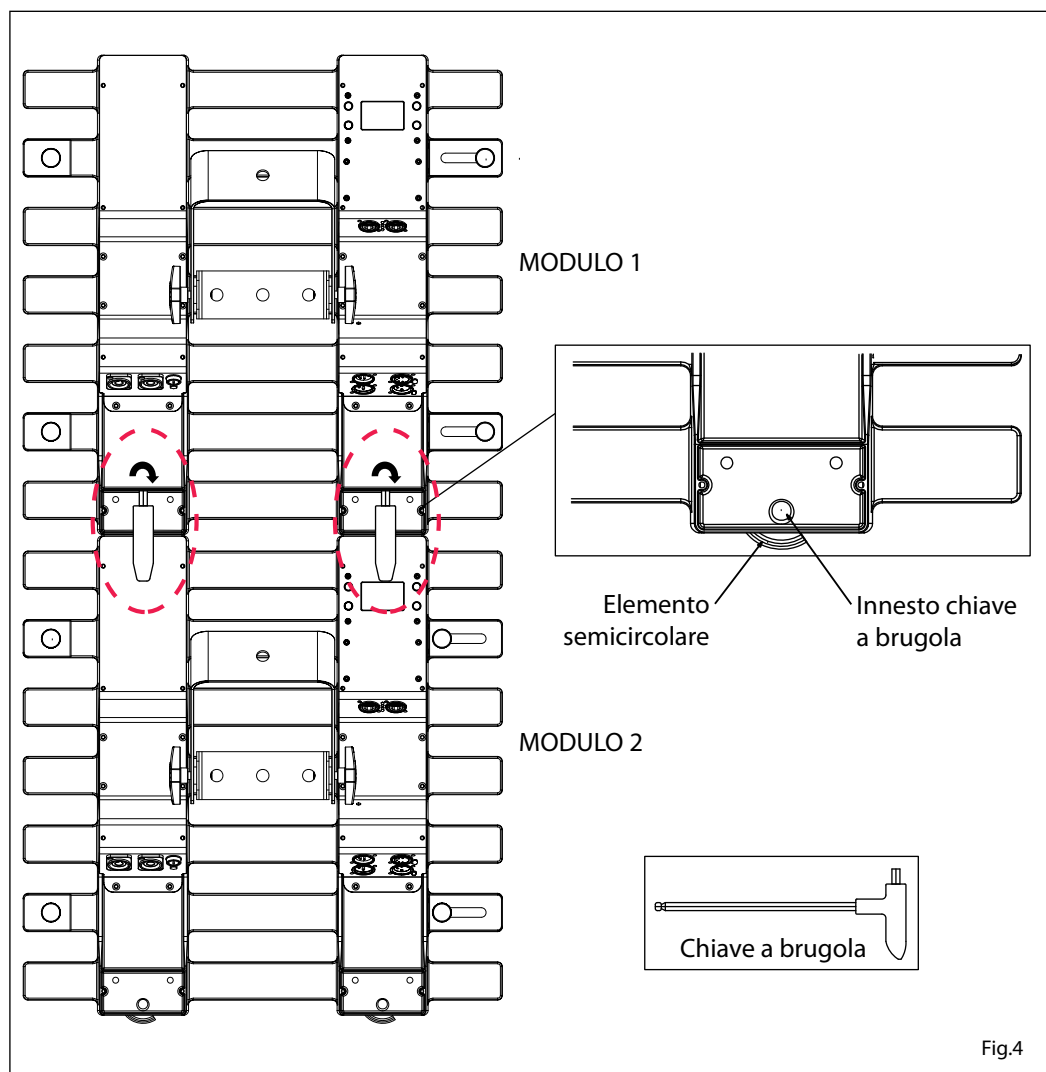

Fig.4
2. Inserire la chiave a brugola (in dotazione) nella relativo innesto e girare in senso orario per estrarre l'elemento semicircolare. In questo modo il modulo viene fissato saldamente in posizione e i due moduli risultano congiunti correttamente (fig.4).